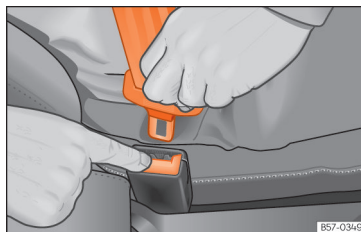

Рис. 24 Відстібання ремня безпеки.
- Натисніть червону кнопку замка »»» **рис. 24.** Пряжка ремня вискочить із замка.